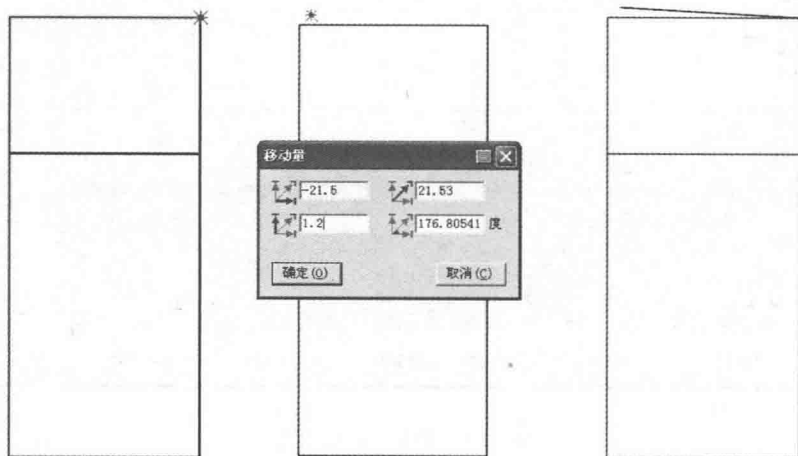

图6-5 画前片腰口斜线
(4) 选择  【智能笔】工具在腰围基础线前中点按【Enter】键，出现移动量对话框输入横向移动量 21.5cm（计算公式： $\frac{\text{腰围 } 68\text{cm}}{4} + \text{互借量 } 0.5\text{cm} + \text{省量 } 4\text{cm}$ ），纵向移动量 1.2cm（1.2cm 就是起翘量）（图 6-5）。